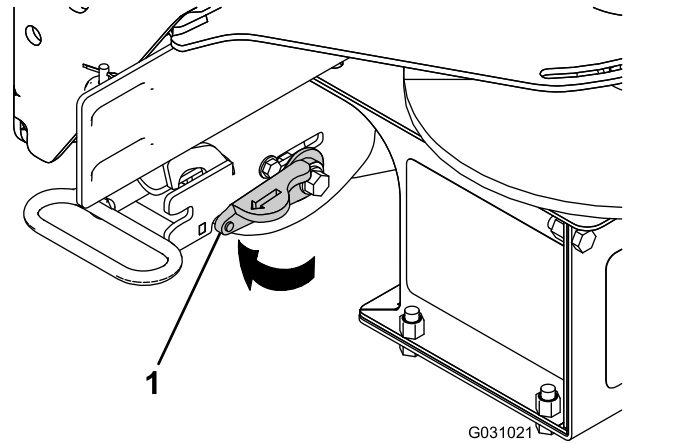

**Figura 22**
8. Pise sobre las ruedas del conjunto de la pata para que giren y queden guardadas debajo del conjunto de la pata (Figura 22).